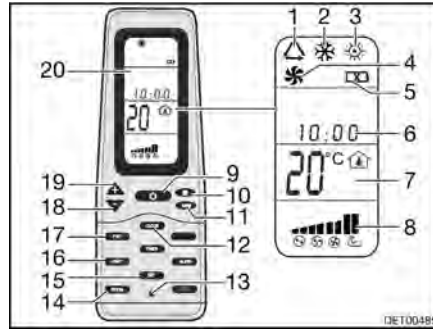

Fig. 126 Mando a distancia
- Pulsar la tecla ON/OFF (Fig. 126,9).
- Pulsar la tecla "Mode" (Fig. 126,11) las veces que sean necesarias hasta que se visualice el modo de funcionamiento deseado (Fig. 126,1, 2, 3 ó 4) en el display (Fig. 126,20).
- Ajustar la temperatura deseada con las teclas "+" (Fig. 126,19) y "-" (Fig. 126,18).
- Seleccionar la etapa deseada del ventilador con la tecla Velocidad del ventilador (Fig. 126,10).